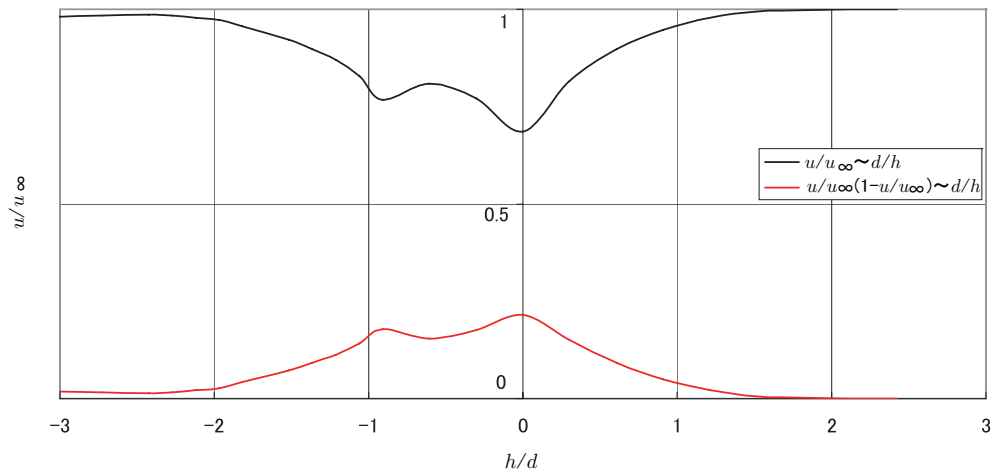

図 3 後流の速度分布
- (2) 測定した後流の速度分布を図 3 に示す。ここで、横軸 h/d 軸の h は圧力が最も低いデプスゲージの読み 23.0 cm の位置を 0 cm とおいた高さである。よってデプスゲージの読み $31.0 \sim 9.0 \text{ cm}$ は $8.0 \sim -14.0 \text{ cm}$ となる。以下において高さはこの値を用いる。
- (3) 抗力係数 C_d を求めるために、図 3 に $u/u_\infty \cdot (1 - u/u_\infty)$ のグラフを示す。この曲線と h/d 軸に囲まれた部分の面積を求めれば、抗力係数 C_d を求めることができる。
次に、抗力係数 C_p について考える。円柱表面の圧力分布の C_p は 1.1940 で、後流の速度分布の C_p は 0.8813 であり、後者の方が小さい。これは、円柱表面の圧力分布の方は円柱の表面で直接圧力を測ったのに対して、後流の速度分布の方は円柱から離れた位置で圧力を測定したので円柱表面より圧力が小さくなり、 C_p が円柱表面の圧力分布から求めたものより小さくなったと考えられる。そして、2 つの C_p の誤差は 26.2 % である。また C_p と R_e の関係を見ると圧力分布の方は資料のグラフ通りであったが、速度分布の方は資料のグラフと誤差が C_d にあった。これは図 3 から分かるようにグラフの形が理論と違うため C_d の値に影響したと考えられる。そして図 3 のグラフの形は測定ミスによるものと考えられる。